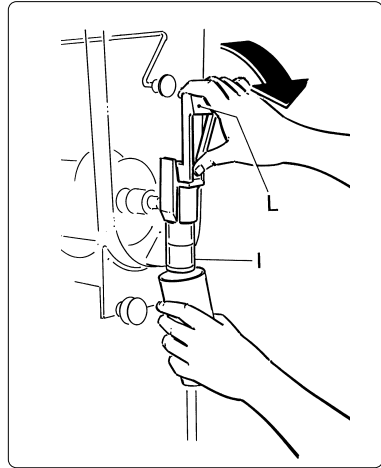

Abb. 8
- a) Für die Ausgabe des Produkts einen Becher unter den Hahn (I) setzen und den Hebel (L) herabdrücken (siehe Abb. 8).